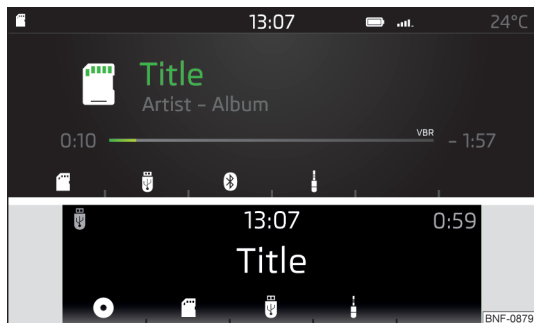

Рис. 102
- » Щоб **обрати аудіоджерело в головному меню Носії**, натисніть кнопку  та оберіть потрібне джерело за допомогою функціональних кнопок » Рис. 102.